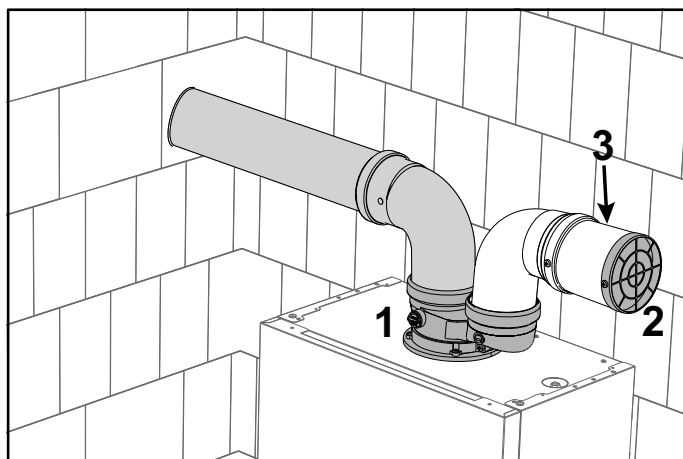

fig. 47- Rejilla de protección
Instale el accesorio inicial (1fig. 47 - cód. **041082X0**). En el conducto de entrada se tiene que montar la rejilla de protección (2 - fig. 47 - cód. **1KWMA85A**). Si es necesario, monte un manguito (3) entre la rejilla y el accesorio.